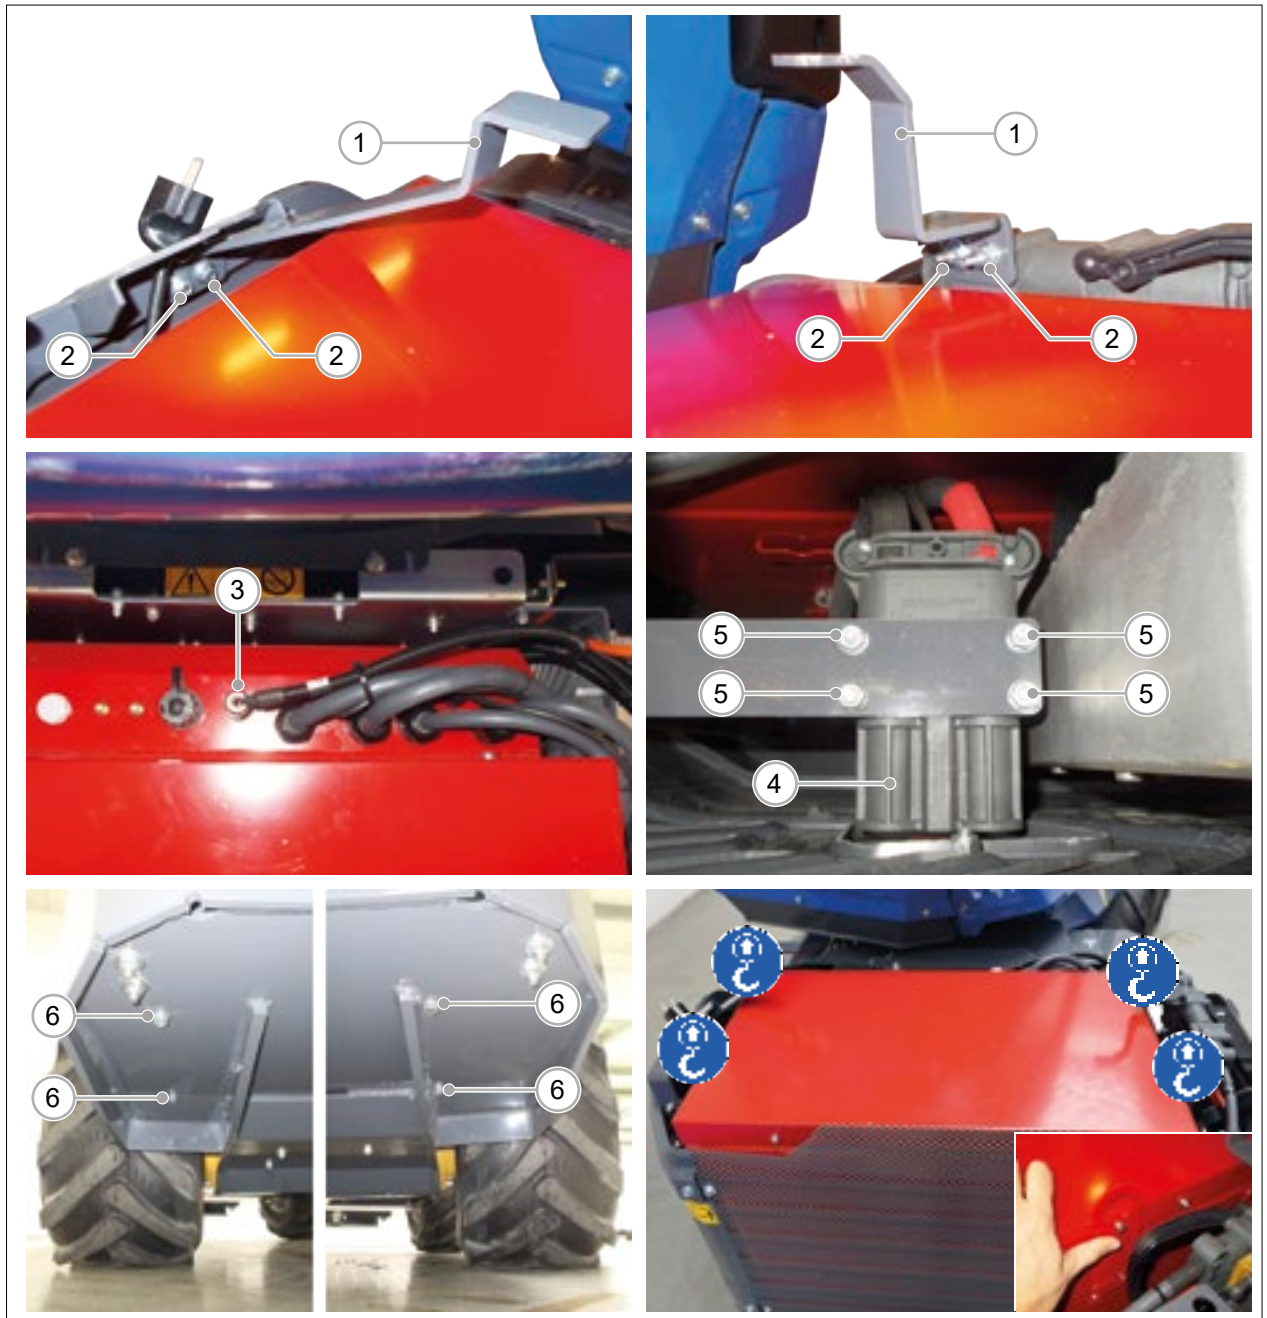

FIG. 50
- 4) Frakobl controlkablet (**FIG. 50 - Ref.3**).
- 5) Fjern låsebeslagene i bag (**FIG. 50 - Ref.1**) ved at løsne de 4 skruer (**FIG. 50 - Ref.2**) der fastholder dem.
- 6) Fjern hurtiglader-stikket (**FIG. 50 - Ref.4**), ved at løsne de 4 skruer, der holder det fast (**FIG. 50 - Ref.5**).
- 7) Fjern de 4 bolte (**FIG. 50 - Ref.6**) der fastgør batteriet til maskinens chassis.